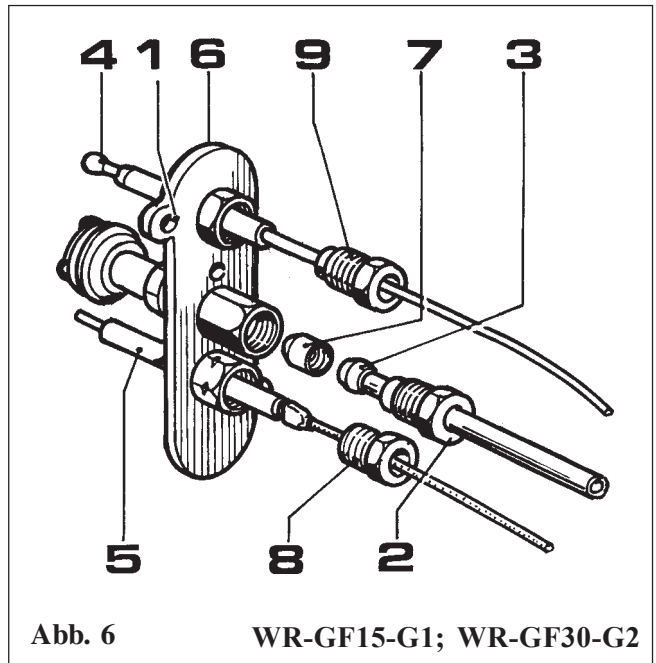

Abb. 6
- Die beiden Schrauben (Abb. 6 Pos. 1) mit einem Kreuz-Schraubenzieher lösen.
- Die Glühkerze (Abb. 6 Pos. 1) und das Thermoelement (Abb. 6 Pos. 4) abmontieren.
- Den Leitflammenkörper (Abb. 6 Pos.3) austauschen.